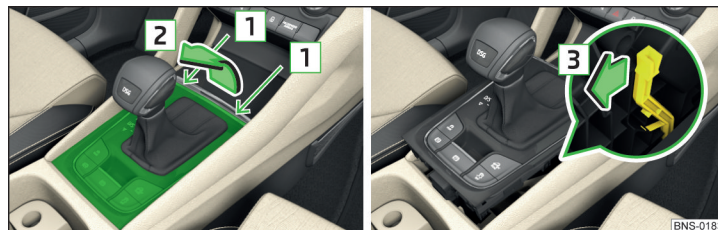

Fig. 357 Scoaterea capacului / deblocarea selectorului de viteze
- › Introduceți o șurubelniță dreaptă sau o sculă similară în fantă, în zona săgeților **1** » fig. 357 și desprindeți cu atenție capacul în sensul săgeții **2**.